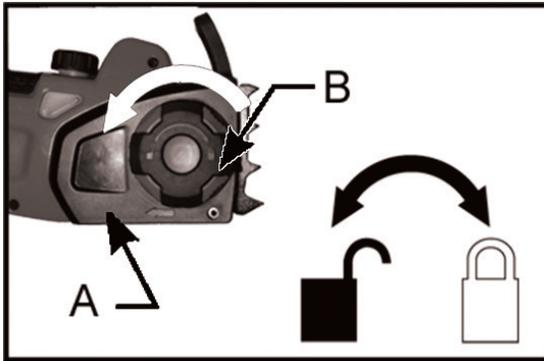

Рис. 34
1. Ослабьте фиксатор (B) крышки (A) на несколько оборотов. (Рис. 34)